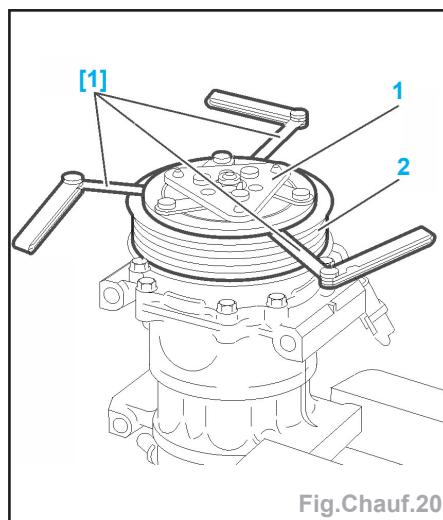

Fig.Chauf.20
- L'entrefer est compris entre (Fig.chauf.20) :
- le plateau entraîneur (1),
- la poulie (2).